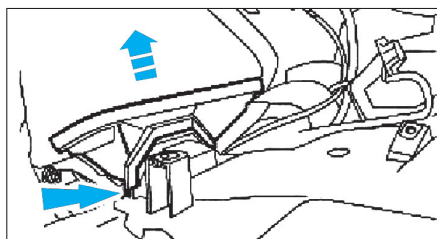

Fig. 24
- Débrancher les gaines d'air de vitres latérales de boîtier de radiateur de chauffage en libérant la languette de verrouillage (Fig.24).